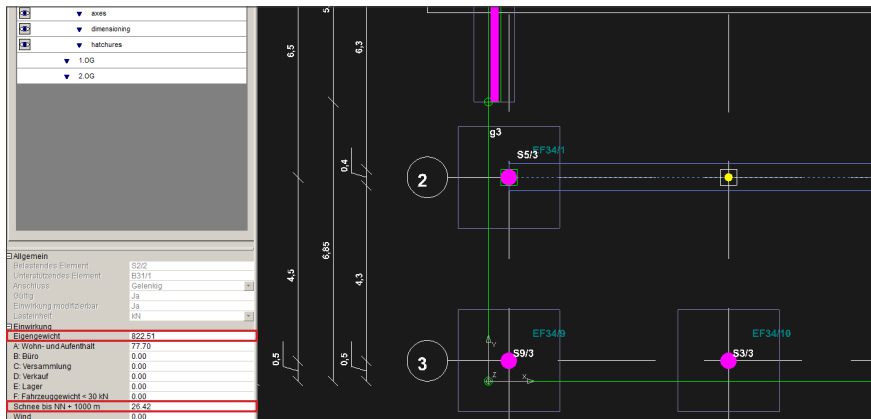

Bild 23: Belastung auf Plattenbalken im EG in Gelb
- Bild 23: Belastung auf Plattenbalken im EG | **23**